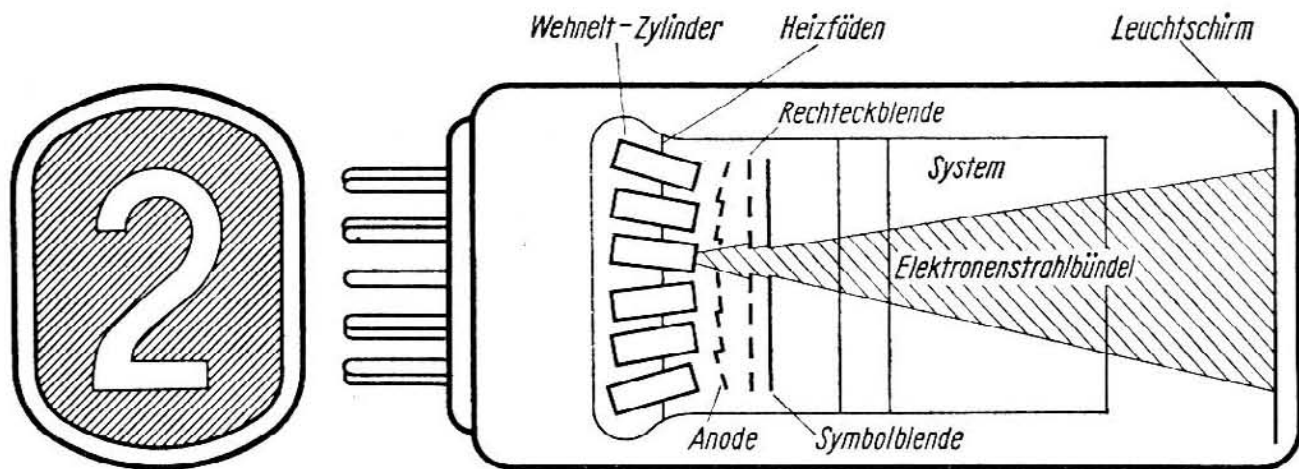

Bild 1
Die Elektronenstrahl-Ziffernanzeigeröhre XM 1000 hat einen ebenen Rechteck-Leuchtschirm hinter einer Frontplatte von etwa 20 mm · 27 mm. Zwölf Steuerelektroden ermöglichen es, auf dem Leuchtschirm wahlweise eine der Ziffern 0 ... 9 und, wenn erwünscht, vor oder hinter der Ziffer einen Punkt in hellgrüner Leuchtschrift erscheinen zu lassen (**Bild 1** links). Diese Ziffern sind auch aus einer Entfernung von mehreren Metern innerhalb eines großen Blickwinkelbereiches gut ablesbar.
**Bild 1** zeigt in seinem rechten Teil sechs der insgesamt zwölf Wehnelt-Zylinder, die die Steuer-Elektroden darstellen und gemeinsam mit den zu ihnen gehörenden Abschnitten der durch beide Wehneltzylinder-Reihen laufenden Heizfäden, den Anodenabschnitten und den Blenden die Elektronenstrahlssysteme bilden. Zu jedem dieser Systeme gehört in der Symbol-Blende eine dort ausgesparte Ziffer bzw. ein kleines Loch für einen Punkt.